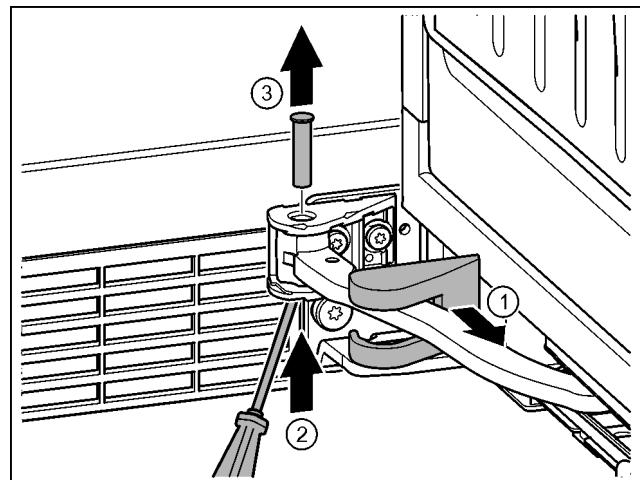

Fig. 15
- ▶ Retire la cubierta del soporte de cojinete y desplácela a lo largo de la articulación. Fig. 15 (1)
- ▶ Levante el perno desde abajo con el dedo o un destornillador. Fig. 15 (2)
- ▶ Desplácelo con un destornillador por debajo de la cabeza del perno y extráigalo. Fig. 15 (3)